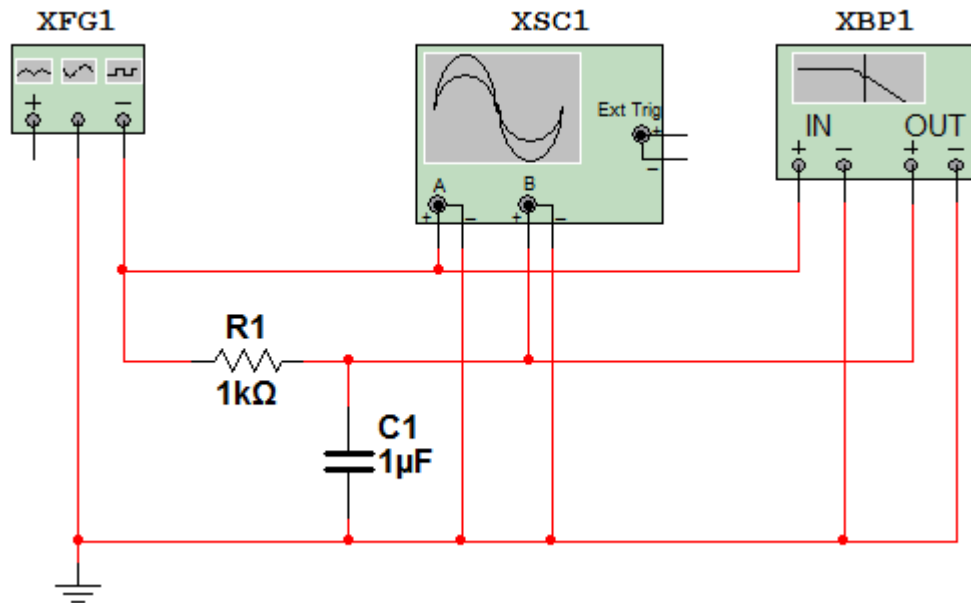

Рис. 1.3. Схема исследования характеристик интегрирующей цепи
1) На рабочем столе программного пакета составить схему интегрирующей цепочки, $R = 1$ кОм, $C = 1$ мкФ. В качестве источника сигналов использовать многофункциональный генератор, характеристики цепей определять с помощью осциллографа и Боде-плоттера (рис. 1.3). Определить логарифмические амплитудно- и фазочастотные (ЛАЧХ и ЛФЧХ) характеристики цепи.